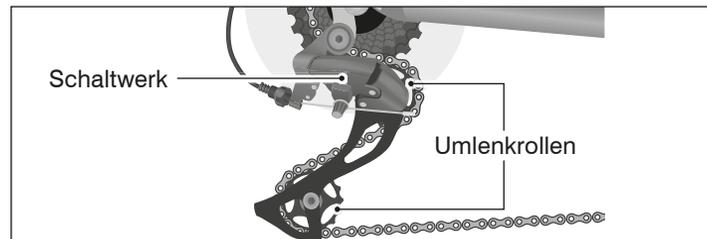

Abb.: R-2 Bewegliche Komponenten der Kettenschaltung am hinteren Laufrad.
- Reinigen Sie bei Kettenschaltungen die beweglichen Komponenten mit einem angefeuchteten Tuch oder einer weichen Bürste, sofern diese zugänglich sind (siehe Abb.: R-2).